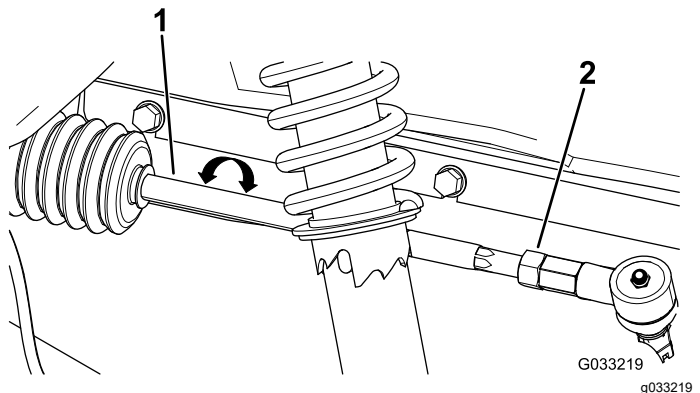

Figure 57
- Si la mesure n'est pas comprise entre 0 et 6 mm (0 et ¼ po), desserrez les écrous de blocage aux extrémités extérieures des biellettes (Figure 57).